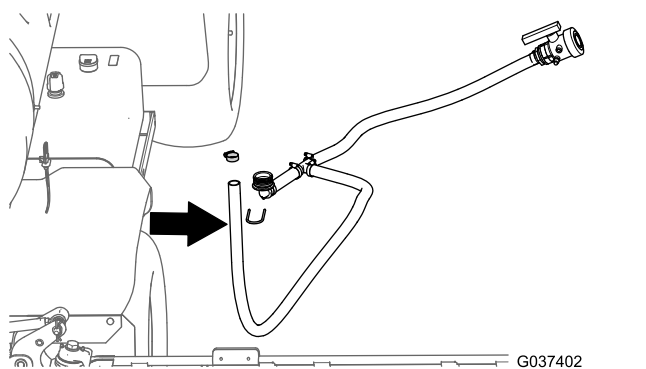

Рисунок 30
- Снимите перепускной и сливной шланги с машины (Рисунок 30).